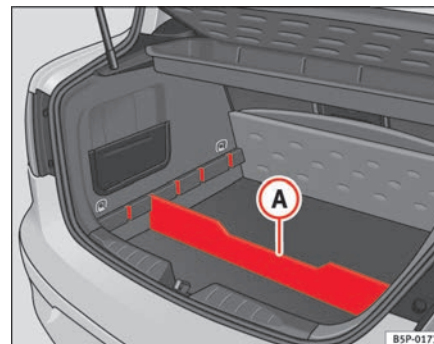

Fig. 106 Separador del piso maletero
- Coloque el separador **A** ⇒ página 145, fig. 106 en las ranuras laterales según sea el tamaño de los objetos a transportar. Debajo del portaobjetos se encuentran las herramientas de a bordo y la rueda de repuesto.